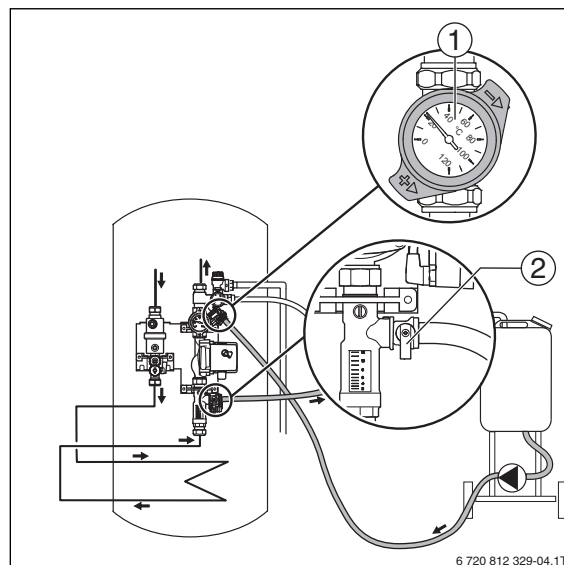

Bild 22 Spülen des Standardsystems
- Befüllstation, wie in Bild 22 dargestellt, anschließen.